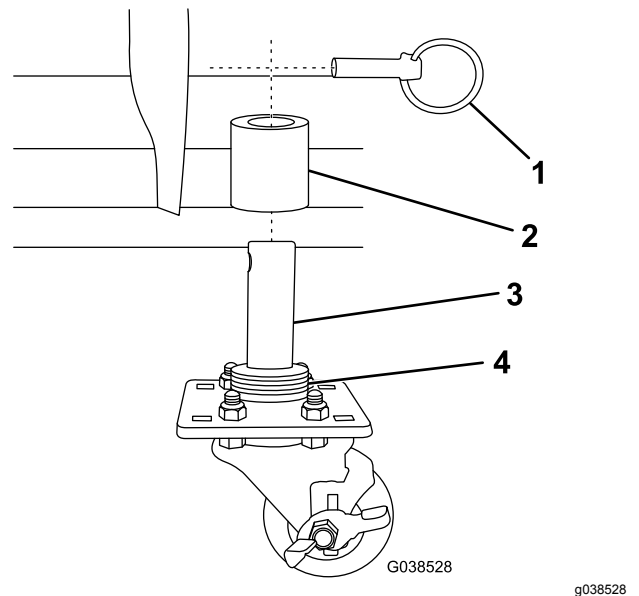

Figure 2
- Insérez les sabots de petite roulette dans les porte-sabot sur le chasse-neige et fixez-les en place avec une goupille rapide (Figure 2).